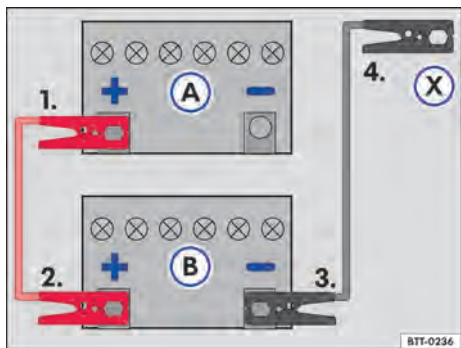

Fig. 158 Esquema para a conexão dos cabos auxiliares de partida: bateria do veículo descarregado (A) e bateria do veículo fornecedora de corrente (B).
Legenda para → Fig. 158:
Conectar o cabo auxiliar de partida somente na sequência 1 – 2 – 3 – 4 → Fig. 158.
- Conectar uma extremidade do cabo auxiliar de partida *vermelho* ao polo positivo (+) do veículo com a bateria do veículo descarregada → Fig. 158 (A) → ⚠️.
- Conectar a outra extremidade do cabo auxiliar de partida *vermelho* ao polo positivo (+) do veículo fornecedor de corrente (B).
- Conectar uma extremidade do cabo auxiliar de partida *preto* (X) no veículo com a bateria descarregada no ponto de auxílio à partida (ponto de aterramento) ou em uma peça de metal maciça parafusada firmemente no bloco do motor – porém não nas proximidades da bateria (A) → ⚠️.